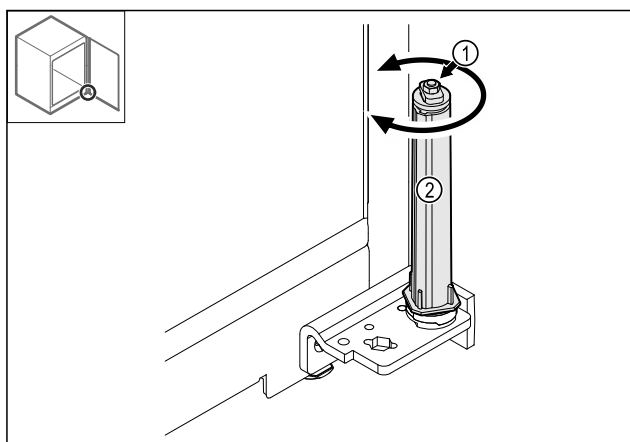

Fig. 40
- ▶ Μην αποσυναρμολογείτε τη βιδωτή σύνδεση Fig. 40 (1) του συστήματος κλεισίματος.
- ▶ Περιστρέψτε το σύστημα κλεισίματος Fig. 40 (2), μέχρι να κάνει κλικ.